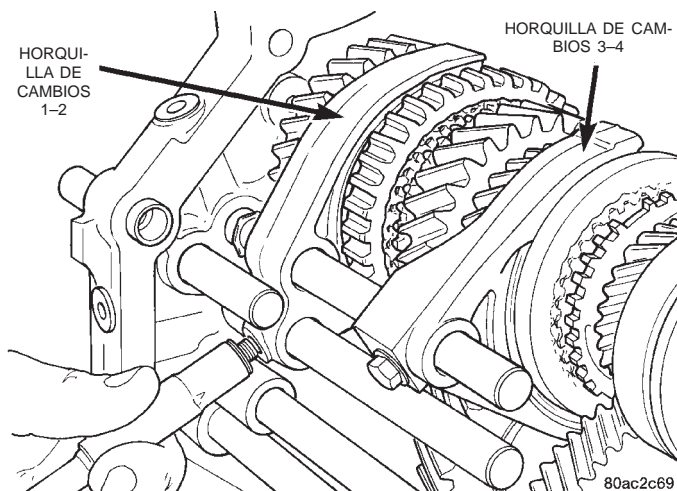

Fig. 59 Desmontaje de pernos de horquilla de cambios en la corredera de cambios
(12) Retire los pernos que fijan las horquillas de cambios de 1-2 y 3-4 en las correderas de cambios (Fig. 59) y deseche los pernos.